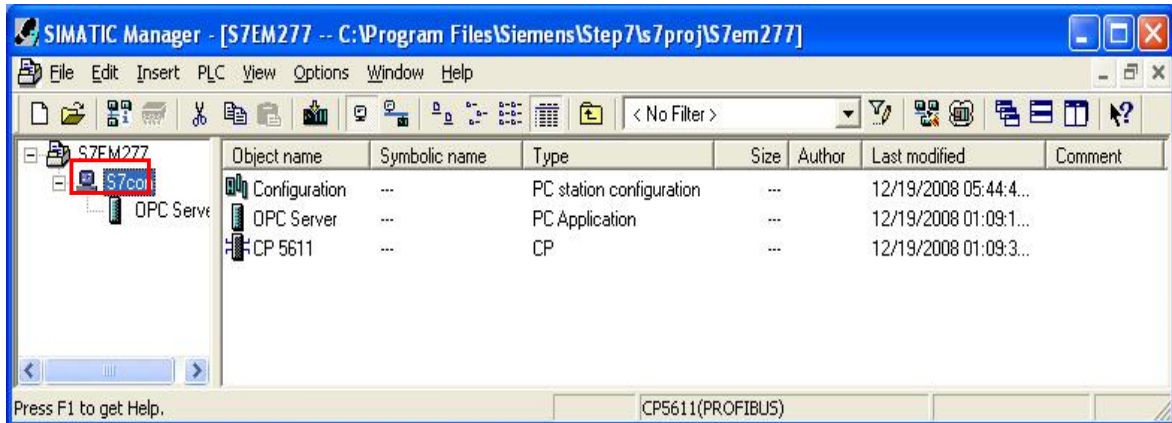

图 3
1. 新建一个项目, 通过 Insert >Station >Simatic PC Station 插入一个 PC 站, 注意站名要更改成 Station Configuration Editor 中所命名的 Station Name, 即命名为“ S7con”, 如图 3